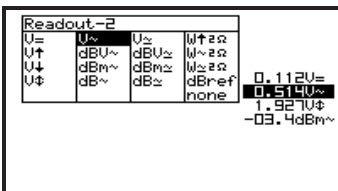

Рис. 7
- Используя курсорные кнопки, выделите требуемую измерительную функцию для второго параметра (рис. 7).